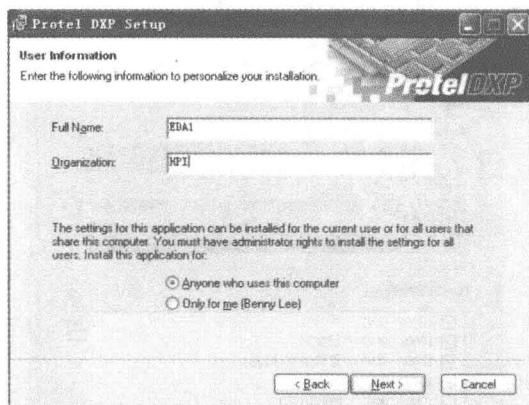

图 1-6 “设计者信息”对话框
4) 接着弹出如图 1-6 所示的“设计者信息”对话框,设计者可以在对话框中输入设计者名和单位名称,并设定该软件的使用权限,然后单击 **Next >** 按钮继续下一步。